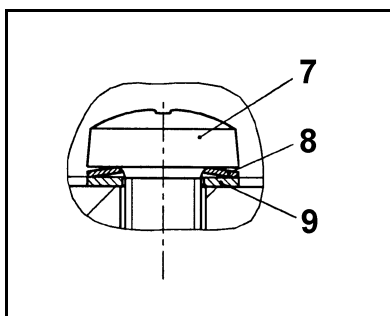

Abb. 10: Anordnung und Ausrichtung von Tellerfeder (8) und Scheibe (9) an Schraube (7)
\* siehe Abb. 10
1. Kopfplatte (10) auf die Zwischenplatten (11), (14) und (15) auflegen entsprechend den Filzstiftmarkierungen.
2. Die drei Schrauben (7) der Kopfplatte (10) vorsichtig leicht und handfest anziehen.
- i** Zur Anordnung und Ausrichtung von Tellerfeder (8) und Scheibe (9) der Schraube (7) siehe Abb. 10.
3. Kopfabdeckung (4) auf Pumpengehäuse (18) aufsetzen.
4. Die neun Schrauben (3) der Kopfabdeckung (4) zunächst leicht anziehen: zunächst die Schrauben der mittleren Pumpenstufe, dann die rechten und anschließend die linken Schrauben.
5. Nun die neun Schrauben (3) fest anziehen, dabei mit den inneren Schrauben beginnen und nach außen fortfahren.
6. Die beiden seitlichen Abdeckungen (5) wieder montieren.
7. Den Pumpengriff (2) wieder montieren.